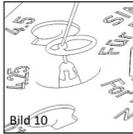

Bild 10
■ **Bild 10** Om de anatomiska förhållandena vid stigbygeln kräver att partialprotesens klocka böjs upp, så är detta lätt genomförbart med hjälp av konen. För detta trycks den insatta Bell-protesen försiktigt mot konen med en nål eller annat mikrokirurgiskt instrument. Under mikroskopöversyn kan klockan utvidgas i vederbörlig grad.